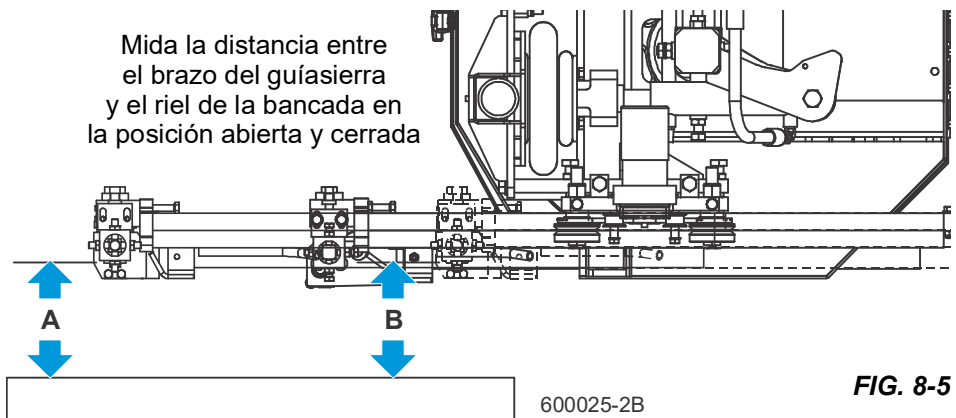

FIG. 8-5
13. Mida la distancia desde el fondo del bloque de montaje del guíasierra hasta la bancada. See FIG. 8-5.